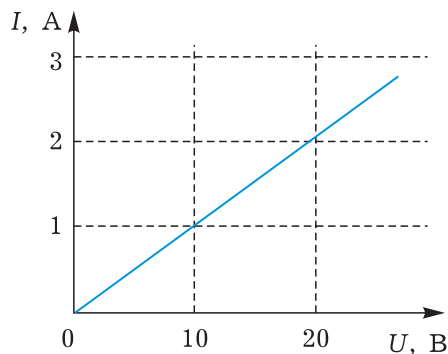

Рис. 3. ВАХ линейного сопротивления
Для проводников, подчиняющихся закону Ома, ВАХ представляет прямо пропорциональную зависимость (рис. 3).
**Задача 1.** По ВАХ (рис. 3) определить величину сопротивления.